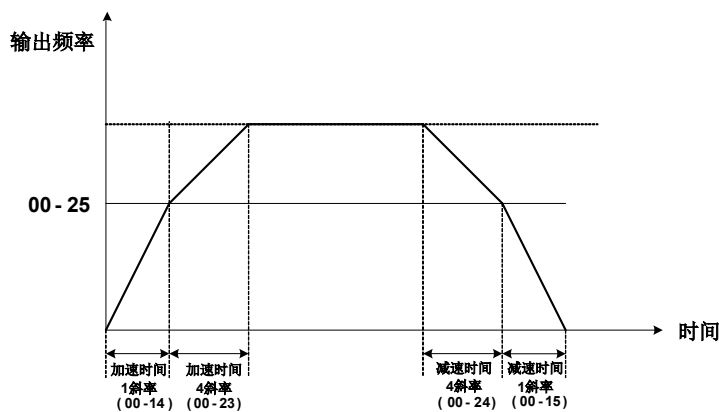

图 4.3.8 自动加/减速切换
- 当输出频率到达 00-25 的设定值，依循 00-25 之设定频率以自动转换第一及第四加/减速时间。请参照下图 4.3.8。